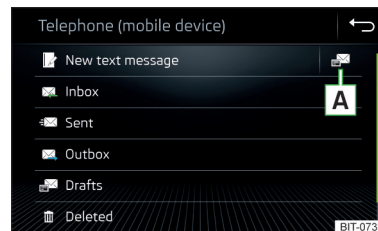

Fig. 151
- > În meniul principal *Telefon*, acționați suprafața de comandă funcții ; se afișează un meniu pentru mesaje » fig. 151.
- » fig. 151 la pagina 137.